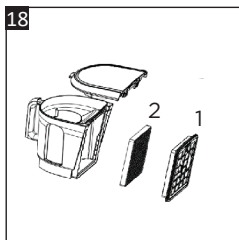

Рис. 18
3. Потягніть за 2 пластикові язички посередині HEPA-фільтра (22), щоб витягти його із задньої частини пилозбірника (рис. 18).
4. Потім вийміть губчастий фільтр (21) із HEPA-фільтра.